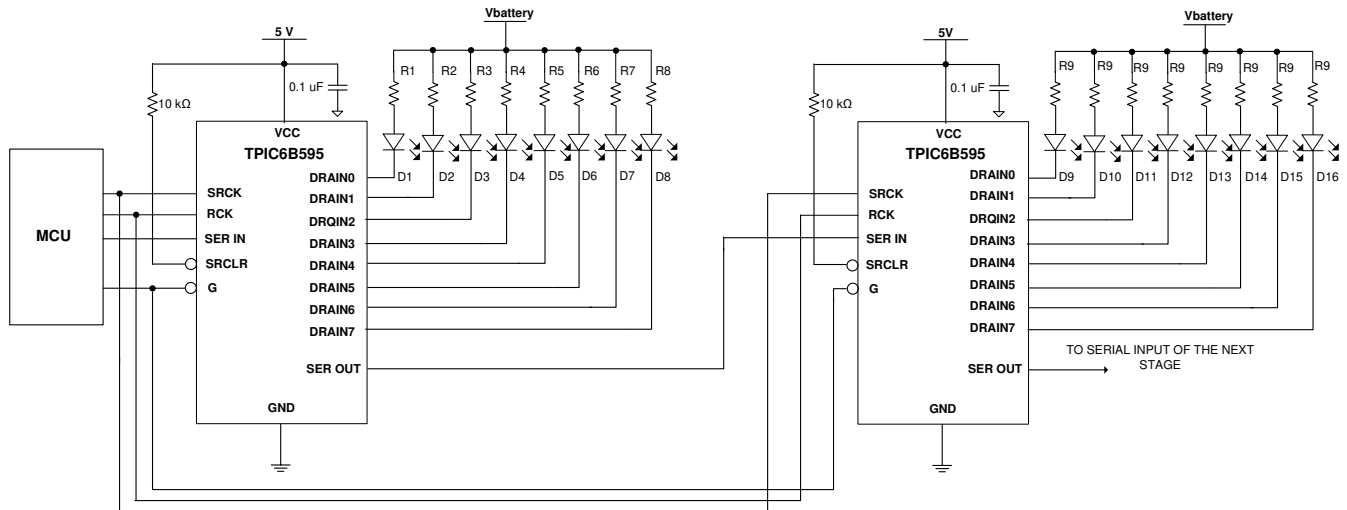

図 8-1. 代表的なアプリケーション回路図
TPIC6B595 デバイスの代表的なアプリケーションは、車載用クラスタのドライバです。この例では、2 つの TPIC6B595 パワーシフトレジスタをカスケード接続し、クラスタパネルの LED をオンにします。この場合、16 ビットのデータをすべてシリアルシフトレジスタに読み込んだ後、LED を更新する必要があります。MCU は、シフトレジスタクロック (SRCK) にクロックを供給しながら、データをシリアル入力 (SER IN) に出力します。16 番目のクロックの後、レジスタクロック (RCK) へのパルスにより、データがストレージレジスタに転送されます。出力イネーブル (G) が Low の場合、1 がオンでゼロがオフのステータスワードに対応する LED がオンになります。このシンプルな方法により、MCU が SPI インターフェイスを使用することで、図 8-1 に示すように、2 つの IC のみを使用して 16 個の LED を点灯させることができます。